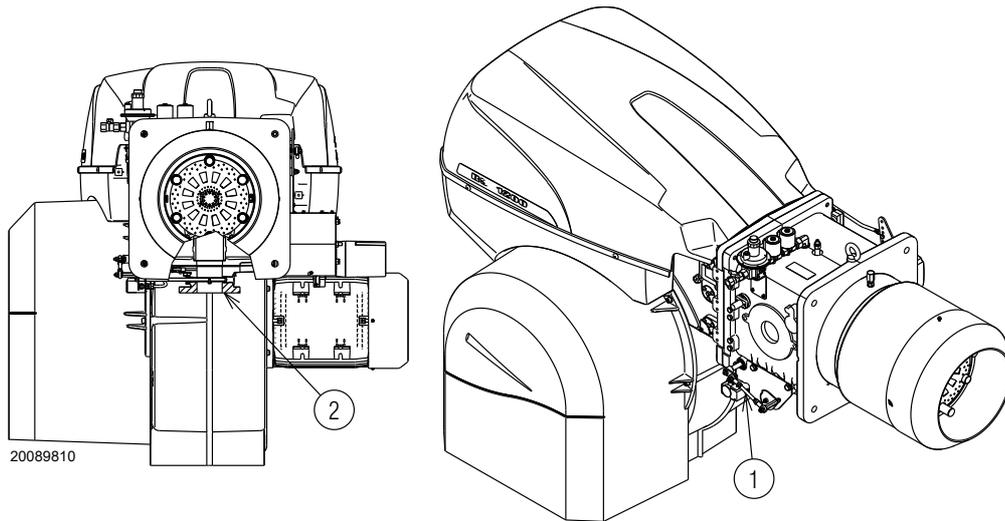

Fig. 21
Pression gaz mesurée à la prise 1)(Fig. 21 à la page 21), avec:
Perte de charge du papillon gaz 2)(Fig. 21 à la page 21) avec ouverture maximale: 90°.
- soustraire de la pression du gaz à la prise 1)(Fig. 21 à la page 21) la pression de la chambre de combustion.
Pression de gaz à la prise 1)(Fig. 21) = 41,9 mbar
Pour connaître par contre la pression de gaz nécessaire à la prise 1)(Fig. 21), après avoir défini la puissance de modulation maximale à laquelle on désire faire fonctionner le brûleur:
- Lire sur la droite, colonne 1, la pression à la prise 1)(Fig. 21).
Pression nécessaire à la prise 1)(Fig. 21).